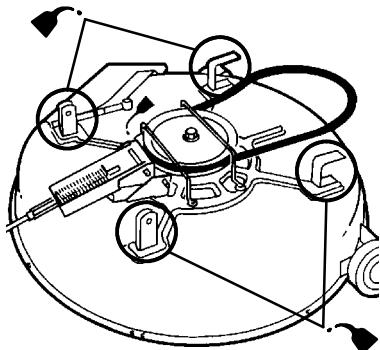

Bild 21
3. Schmieren Sie die Schneidwerkbefestigungen (Bild 21). Wischen Sie überflüssiges Öl ab.